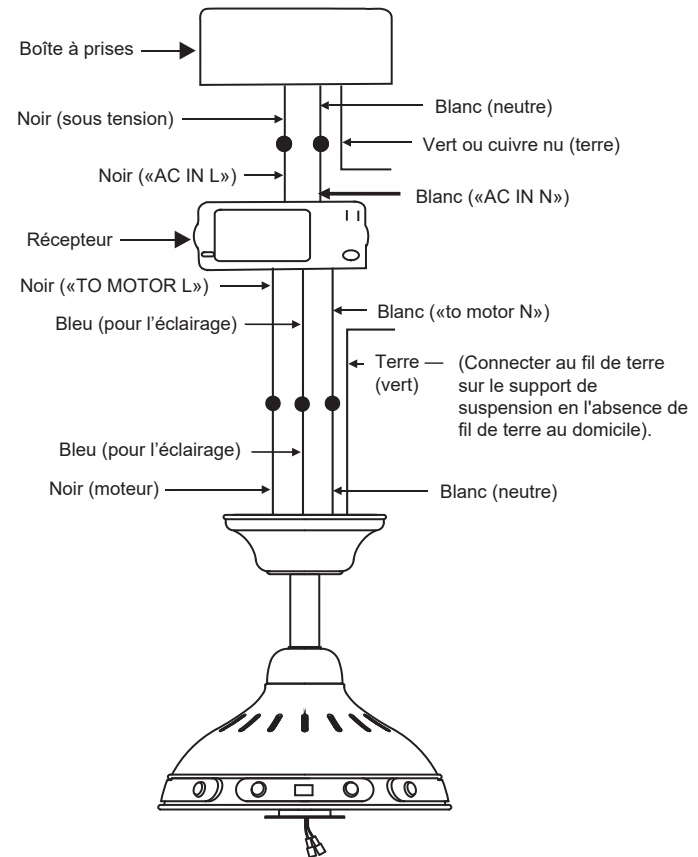

Fig. 14
Étape 2. Connexions électriques entre le moteur et le récepteur : (Fig. 14)
Étape 3. (Fig. 14) Connexions entre récepteur et fils d'alimentation du domicile : Connectez le fil noir (sous tension) du plafond au fil noir marqué "AC in L" du récepteur. Connectez le fil blanc (neutre) du plafond au fil blanc marqué "AC IN N" du récepteur. Sécurisez les connexions de fils avec les connecteurs en plastique (fournis).
Étape 4. (Fig.14) Connectez le fil de terre (cuivre vert ou nu) du boîte à prises au fil de terre du support de fixation au plafond et au fil de terre du ventilateur de plafond. Une fois toutes les connexions effectuées, séparez les connexions des fils blanc et vert d'un côté et les connexions des fils noirs de l'autre côté du boîtier de prise de courant.